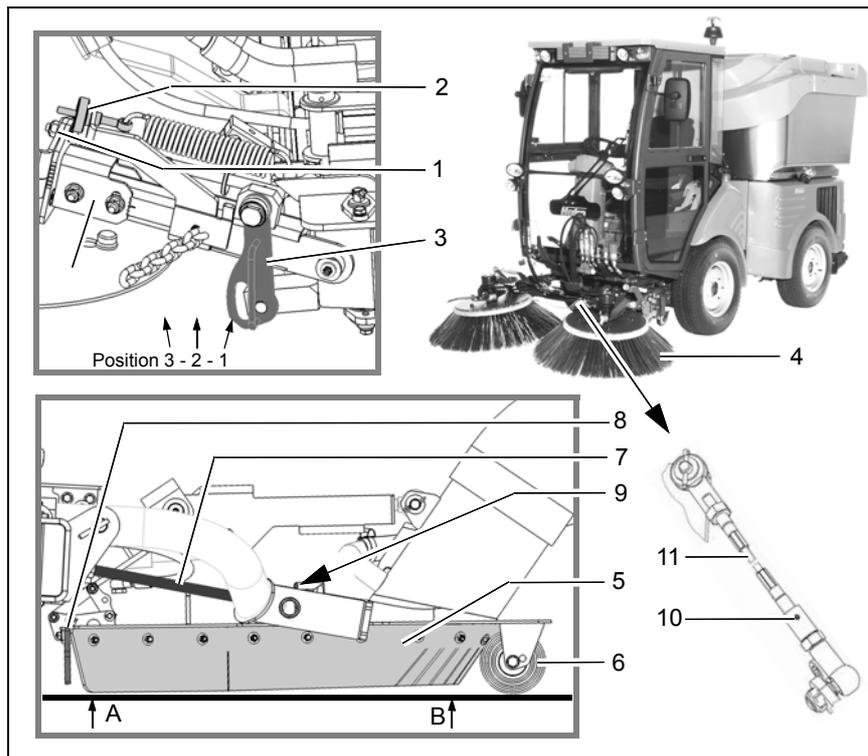

fig.56
La surface de contact des balais (fig. 56/4) sur le sol (trace de balayage) ainsi que les bras de relevage sont réglés en usine avec les vis (fig. 56/1). Contrôler toutes les 250 heures de service la trace de balayage et la régler si nécessaire.
La pression au sol des balais se règle avec les vis de réglage (fig. 56/2).
À l'avant (A) le jeu entre la bavette et le sol doit être d'env. 3+2 mm. À l'arrière (B) le jeu doit être 8 + 2 mm. Le réglage s'effectue à l'aide des tiges filetées (fig. 56/7). En cas d'usure de la bavette, poser les roulettes (fig. 56/6) dans l'alésage supérieur. Remplacer
immédiatement les joints défectueux, également ceux du volet pour déchets grossiers (fig. 56/8) car ils diminuent la puissance d'aspiration.
En mode de transport, l'unité de balayage doit être bloquée avec le dispositif de verrouillage (fig. 56/3) !